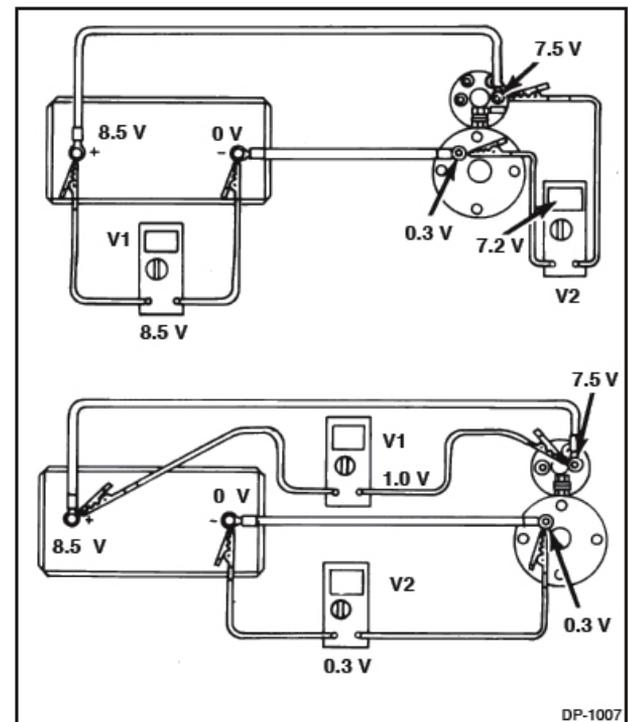

Figura 1-7. Lecturas del Voltímetro con Flujo de Corriente
2. La Figura 1-7 muestra al voltímetro siendo utilizado con flujo de corriente (la marcha demandando 500 amps).